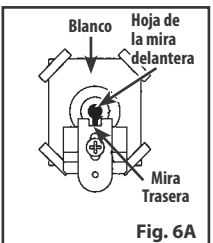

Fig. 6A
4. La pistola de aire está apuntada correctamente cuando la hoja de la mira delantera está posicionada exactamente en el centro de la muesca de la mira trasera. La parte superior de la hoja de la mira delantera debe estar nivelada con la parte superior de la muesca en la mira trasera. La diana debe verse como si descansara sobre la mira delantera (Fig. 6A).